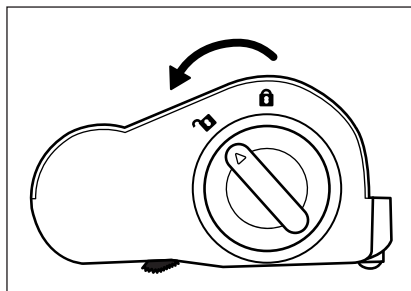

Fig. 26
- Déverrouillez le rouleau brosse **20** en faisant tourner le dispositif de déverrouillage du rouleau brosse **19** vers le symbole **2** (ouvrir) (voir fig. 26).